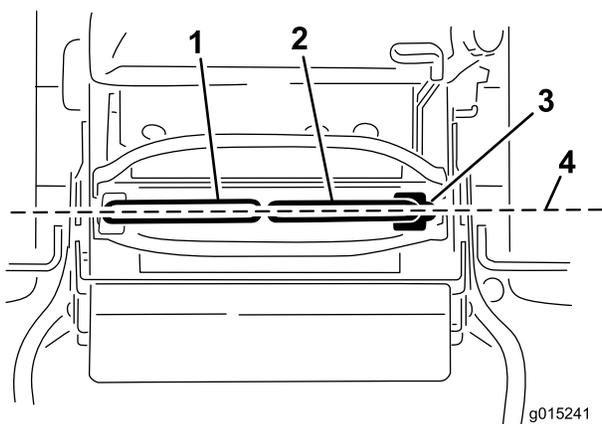

Figura 70
Importante: Certifique-se de que o alinhamento do cortador está correcto após o ajuste das alavancas de controlo de movimento. O ajuste do alinhamento e o alinhamento das alavancas de controlo de movimento da parte dianteira para a traseira é o mesmo procedimento (Figura 70).
1. Após o alinhamento horizontal estar concluído, verifique o alinhamento da parte dianteira para a traseira (Figura 70).